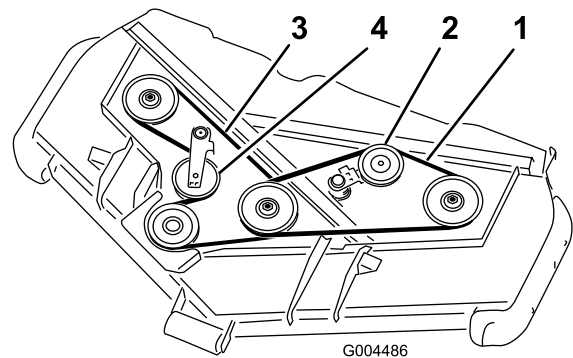

Figura 59
3. Usando una llave de carraca u otra herramienta similar, aleje la polea tensora de la correa superior (Figura 59) de la correa de transmisión superior para aliviar la tensión de la correa y permitir retirar la correa de las poleas.
4. Usando una llave de carraca u otra herramienta similar, aleje la polea tensora de la correa inferior (Figura 59) de la correa de transmisión inferior para aliviar la tensión de la correa y permitir retirar la correa de las poleas.
5. Pase una correa nueva alrededor de la polea de la caja de engranajes, las poleas de eje inferiores y el conjunto de la polea tensora, según se muestra en Figura 59.
6. Pase una correa nueva alrededor de las poleas de eje superiores y el conjunto de la polea tensora, según se muestra en Figura 59.